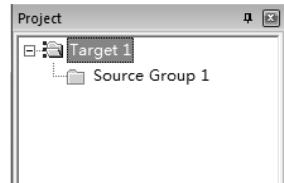
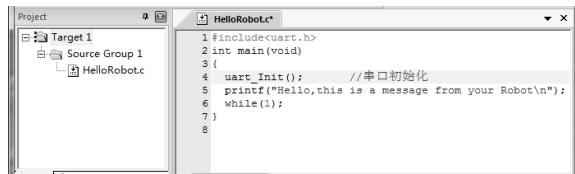

图 1-14 添加 C 语言文件到目标工程
图 1-15 添加了 C 语言源文件的目标工程窗口和 C 程序源文件窗口
(1) 单击图 1-12 中的“+”号，将打开如图 1-14 所示的列表。
(2) 右键单击“Source Group 1”，在出现的菜单中
(3) 程序文件添加到项目文件后，这时图 1-14 中“Source Group 1”的前面将出现一个“+”号；单击它，将出现刚才添加的源文件名，如图 1-15 所示（注意，图中显示的文件名是刚才输入的文件名）。